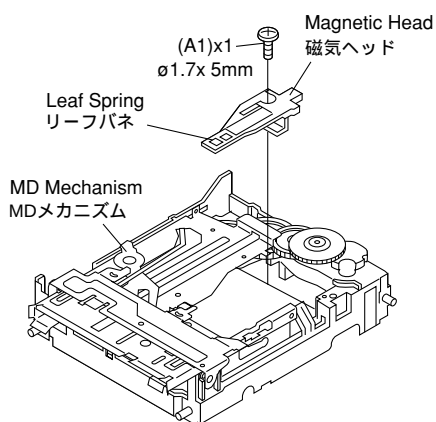

Fig. 7
### Removal of Magnetic Head (Fig. 7)
- 磁気ヘッドの外し方 (Fig. 7 参照)